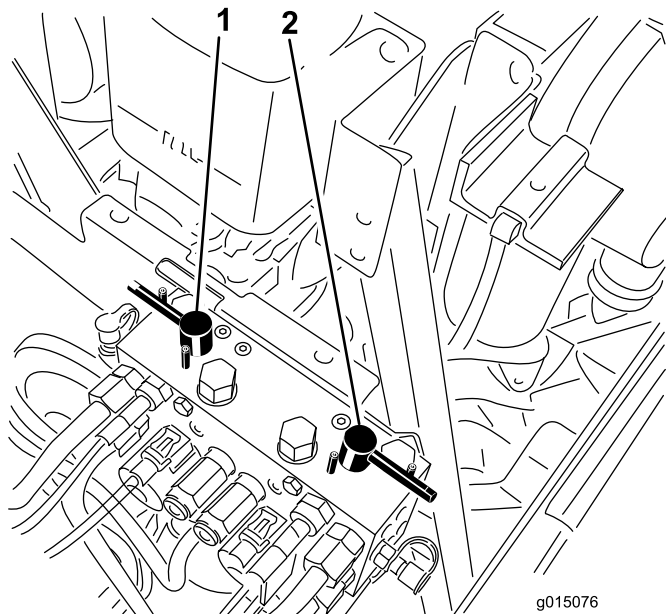

Figura 81
4. Seleccione as alavancas de rectificação dianteiras, traseiras ou ambas para determinar quais as unidades a rectificar (Figura 81).